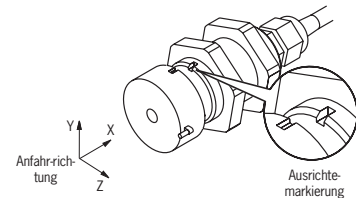

Bild 1: Ausrichtung Lesekopf und Betätiger
Die Einbaulage von Lesekopf und Betätiger ist beliebig. Ausrichtung von Lesekopf zu Betätiger beachten (siehe Bild 1).
- die aktiven Flächen von Lesekopf und Betätiger bei geschlossener Schutzeinrichtung deckungsgleich gegenüber liegen (siehe Bild 1)
- Bei geringer Anfangsgeschwindigkeit zwischen Lesekopf und Betätiger und der Verwendung des Auswertegeräts CMS-E-BR sollte die Anfahrrichtung **Z** (siehe Bild 1) vermieden werden.